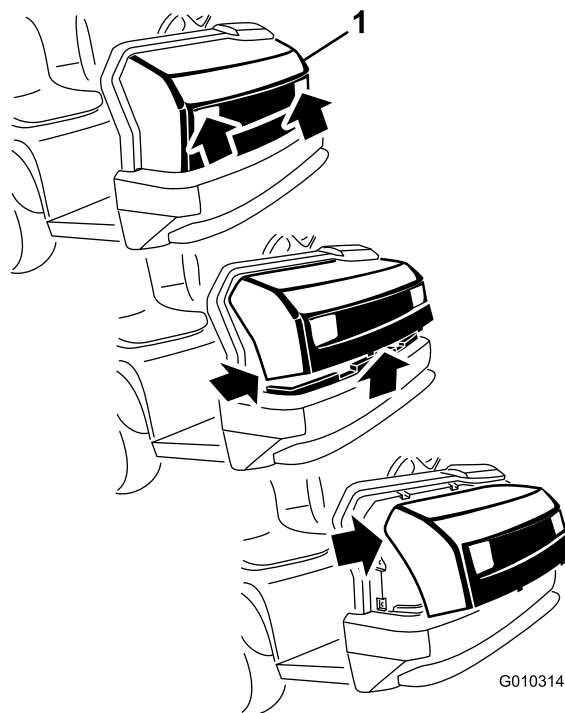

Figura 10
2. Gire hacia arriba la parte inferior del capó hasta que pueda retirar las pestañas de montaje superiores de las ranuras del bastidor (Figura 10).
3. Gire hacia adelante la parte superior del capó y desenchufe los conectores de cable de los faros (Figura 10).
1. Sujete el capó por los orificios de los faros y levántelo para poder liberar las pestañas de montaje inferiores de las ranuras del bastidor (Figura 10).